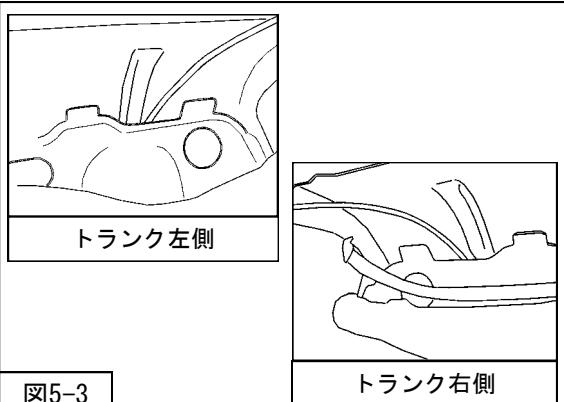

図5-3
3. トランク側面の穴からトランクルーム内にワイヤーケーブルを引き出し、リアサスペンションASSYを取付けてください。（図5-3）